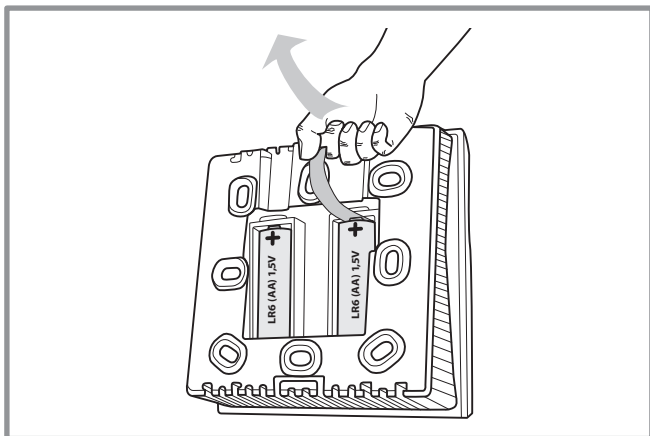

figure 7 - Alimentation de la sonde ambiance
- Retirer la languette plastique (figure 7).